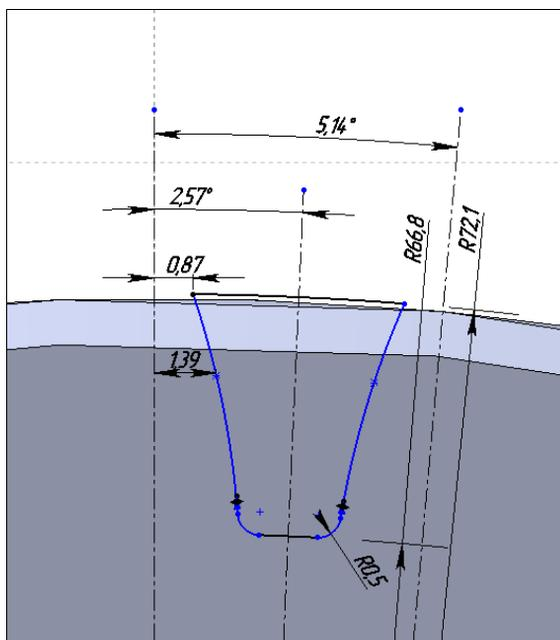

Рис. 2.148
1. Отметим плоскую поверхность колеса и построим эскиз впадины зуба (рис. 2.148).